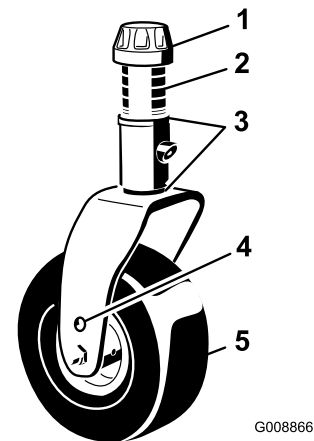

Figura 78
1. Togliete il cappuccio di tensione dall'asse del perno ed estraete il perno dal braccio della ruota orientabile (Figura 78). Riposizionate gli spessori, come opportuno, per sollevare o abbassare la ruota orientabile fino ad ottenere il passo corretto dell'apparato di taglio.